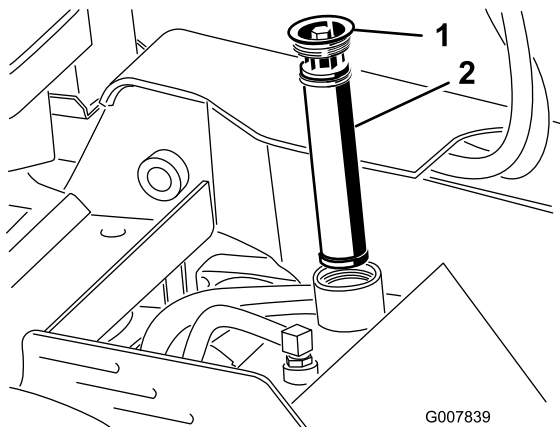

図 65
5. 油圧オイルタンクの注油口周辺とキャップをきれいに拭き、ソケットレンチで補給口からキャップとフィルタを外す 図 65。